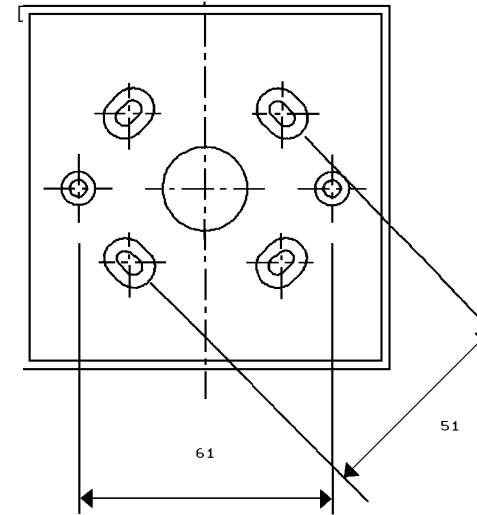

Fig. 3: FC420CP-I Dimensioni di fissaggio della retroscatola per il montaggio a parete
- 1 Il collegamento all'FC420CP-I viene realizzato tramite il connettore terminale a 4 pin come illustrato nella fig. 3, prestando attenzione alla corretta polarità.
cartongesso di metallo standard (25 mm) con retroscatola KAC. (Vedere fig 3 per le dimensioni complessive).